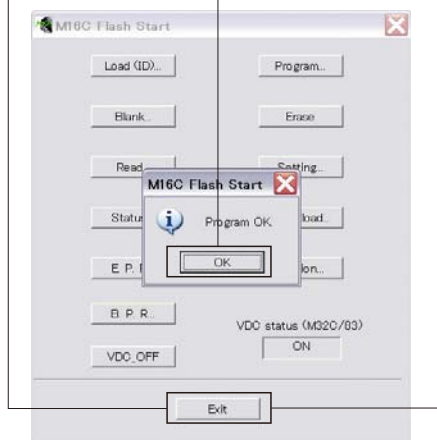

Fig. 6
8. When writing of the firmware is completed, the screen appears as shown below. (Fig. 6)
Click [OK]. (Fig. 6)
9. Click [Exit] to end FlashSta.exe. (Fig. 6)
8. ファームウェアの書き込みが完了すると、以下の画面が表示されます。(Fig. 6)
[OK] をクリックします。(Fig. 6)
9. [Exit]をクリックして FlashSta.exe を終了します。(Fig. 6)